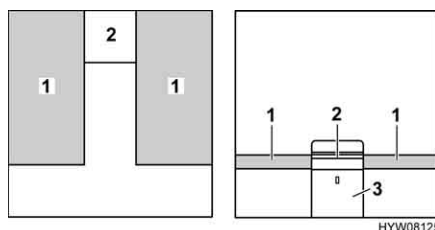

Bild 86 Före ombyggnaden
- Ta bort nattduksskåpets påbyggnad (Bild 86,2) och ställ den åt sidan.